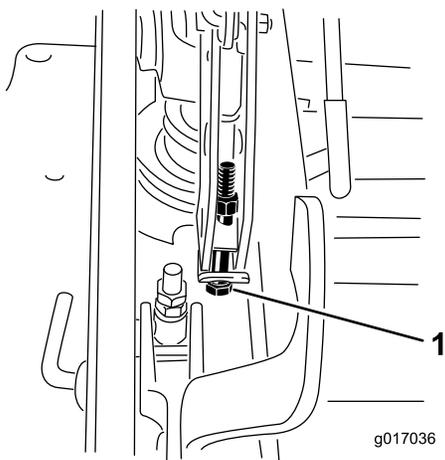

**Figura 90**
12. Para ajustar el sistema de ajuste de un solo punto, afloje los 2 pernos situados cerca del borde inferior de la pletina de altura de corte. Consulte Figura 90.
14. Apriete los 2 pernos situados cerca del borde inferior de la pletina de altura de corte (Figura 90). Apriete a 37–45 N·m.